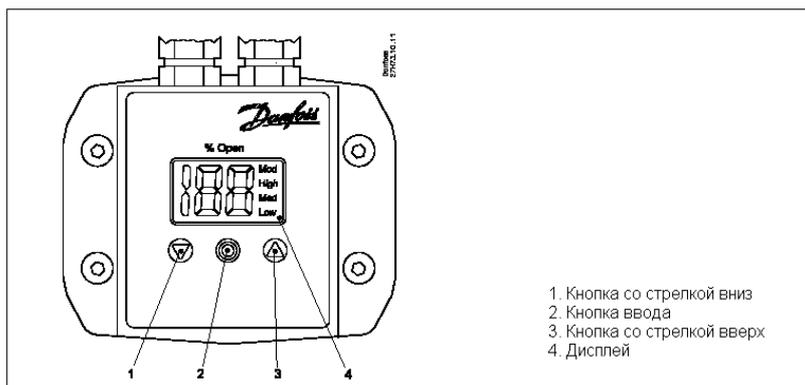

Рис. 2
Электропривод ICAD оснащен интерфейсом, с помощью которого можно наблюдать за состоянием вентиля и изменять различные параметры системы для адаптации привода и вентиля к конкретной холодильной установке. Изменение параметров выполняется с помощью кнопок управления (рис. 2 и 3).
- Кнопка со стрелкой вниз (поз. 1 на рис. 2): при каждом нажатии кнопки значение параметра уменьшается на 1.
- Кнопка со стрелкой вверх (поз. 3 на рис. 2): при каждом нажатии кнопки значение параметра увеличивается на 1.
- Кнопка ввода параметра (поз. 2 на рис. 2) предназначена:
- Дисплей (поз. 4 на рис. 2):
При обнаружении неисправности на дисплее привода ICAD будут попеременно указываться код аварии и фактическая степень открытия вентиля (рис. 2).
5. Когда на дисплее (рис. 2) появятся обозначения CA или A1, привод вернется к заводским настройкам.